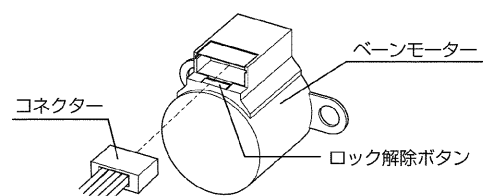

図33
(2) ベーンに接続しているコネクタを外します。コネクタはロックされていますのでロック解除ボタンを押しながらコネクタを外します。（図33）
(3) ベーンモーターカバーを、外したときと逆の要領で取付けてください。
(4) 手でベーンをゆっくりと設定したい方向に合わせます。